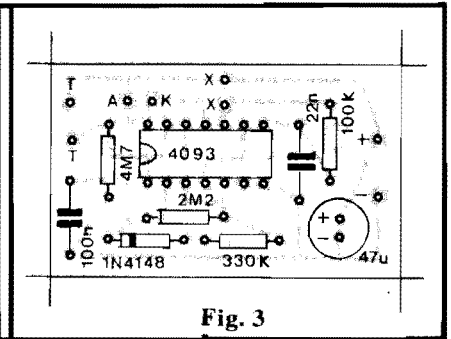

Fig. 3
- **FIG. 3** - "Chapeado" da montagem do BAM, ou seja: vista da plaquinha pelo lado não cobreado, tendo todos os componentes claramente demarcados em sua posições e valores. Quem ainda não tiver muita prática deve recorrer ao mencionado "TABELÃO" (junto às **INSTRUÇÕES GERAIS**, no começo